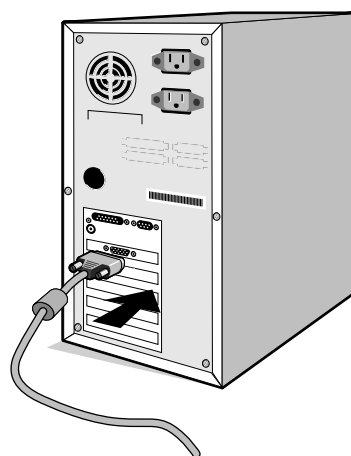

Figura A.1
3. **Per PC:** Collegare il mini D-SUB a 15 pin del cavo segnale appropriato al connettore della scheda video del sistema (**Figura A.1**). Serrare tutte le viti.